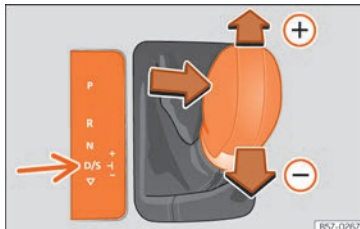

Abb. 153 Hebel in Tiptronic-Stellung.
- Drücken Sie den Hebel nach vorn (+) oder zurück (-), um hoch- oder herunterzuschalten »» **Abb. 153.**